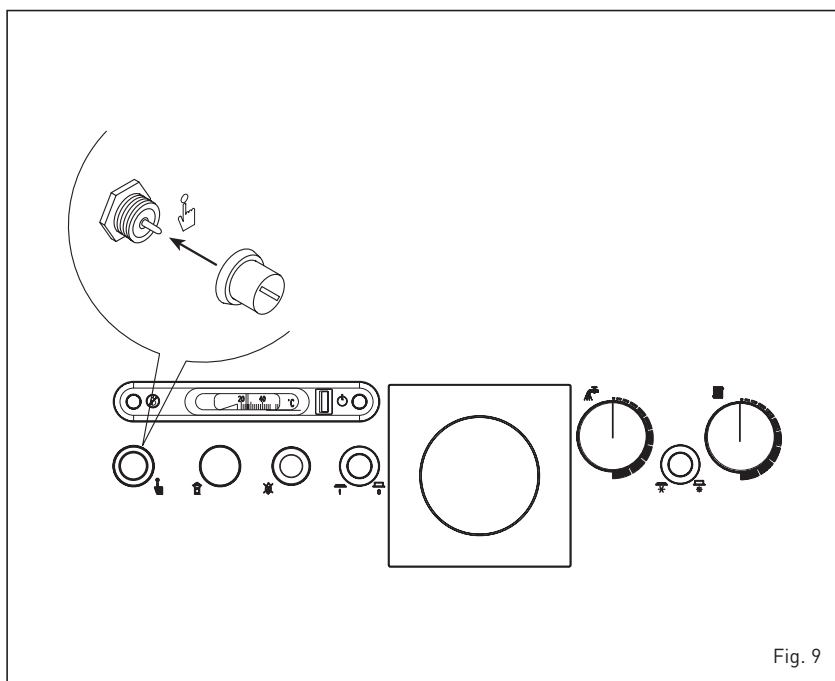

Fig. 9
3.2.3 Thermostat de sécurité (fig. 9)